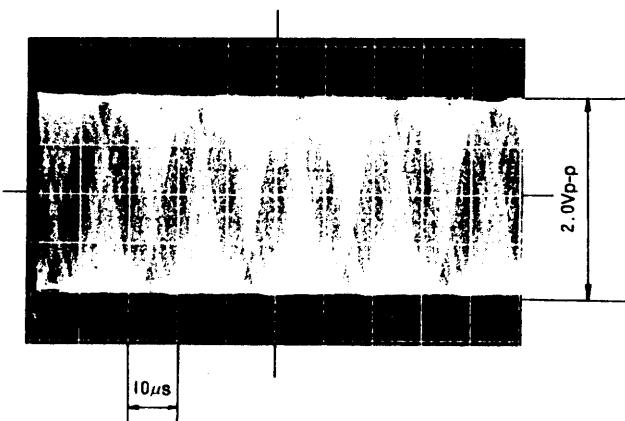

図6-5/Fig. 6-5
⑥再度GADJボリュームを調整し、図6-5に示すように正弦波の振幅が 2 Vp-p になるようにします。
⑥ Readjust the GADJ trimmer so that the sinewave amplitude is 2 Vp-p , as shown in Fig. 6-5.